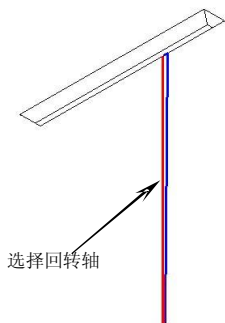
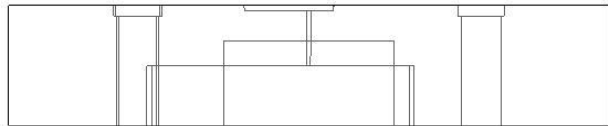

图7-92
图7-93
39. 选择上一步绘制的草图轮廓，在【成形特征】工具条中单击【回转】按钮，弹出【回转】对话框。单击 **MB2**，选择回转轴，如图 7-92 所示，在【选择步骤】复选框中选择【求差】选项，选择 A 板，单击 **确定** 按钮创建回转切除特征，如图 7-93 所示。